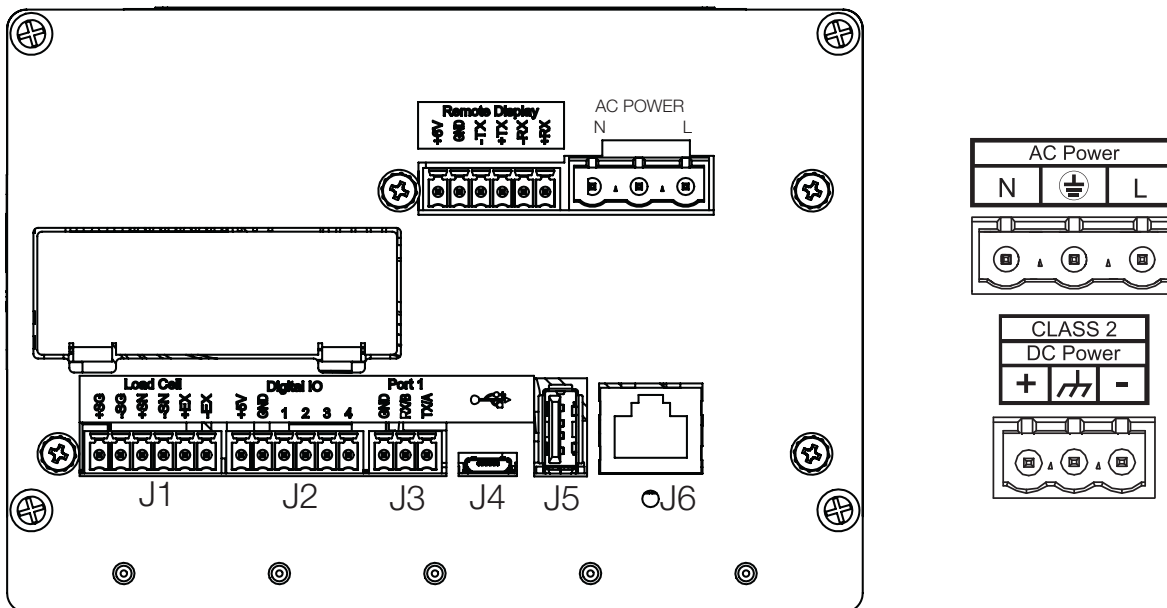

Figura 2-17. Ubicación de la conexión de alimentación
A continuación se muestran las conexiones de alimentación del 880 de montaje en panel. Se utiliza un enchufe de 3 clavijas para conectar la alimentación de CA (n.º ref. 152334) o la alimentación de CC (n.º ref. 15888) a la placa de alimentación. Conecte los hilos como se muestra en la Figura 2-17.
El conector J3 (consulte la Figura 2-17 en la página 23) proporciona las conexiones para las comunicaciones serie RS-232 o RS-485/RS-422 de dos hilos. Consulte la asignación de clavijas en la Tabla 2-4.
El puerto de dispositivos USB (conector micro-USB J4, Figura 2-17 en la página 23) está diseñado para conectarse exclusivamente a un ordenador. Se indica como puerto COM virtual y recibe la designación «COMx». Las aplicaciones se comunican a través del puerto como si se tratara de un puerto de comunicación RS-232 estándar.
El 880 puede actuar como host de un dispositivo USB a través de la conexión USB de tipo A (J5). Consulte la Figura 2-17 en la página 23. Los dispositivos admitidos incluyen unidades flash y teclados USB. Consulte la configuración en la Sección 3.2.11 en la página 55.
El 880 dispone de comunicación Ethernet TCP/IP 10Base-T/100Base-TX con un conector RJ45 estándar (J6). Consulte la Figura 2-17 en la página 23. Puede admitir dos conexiones simultáneas, una como servidor y otra como cliente.